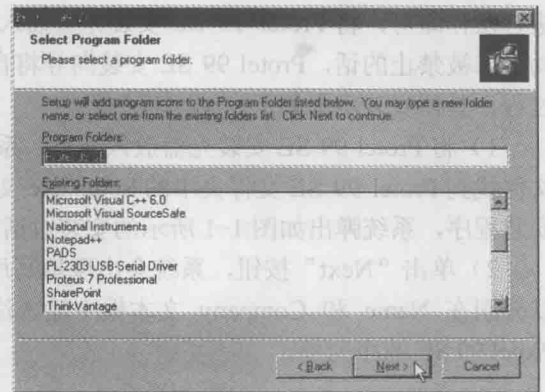

图 1-6 创建开始菜单对话框
5) 单击“Next”按钮, 系统提示创建开始菜单, 如图 1-6 所示。单击“Next”按钮, 进入开始复制文件对话框。